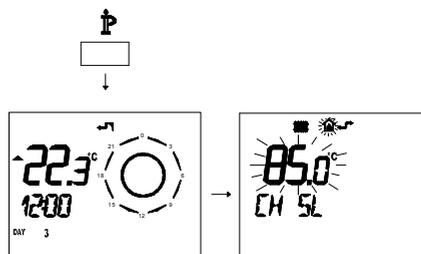

Figura 5.47
- Premere per più di 3 secondi il pulsante per entrare in modalità INFO (Figura 5.47).